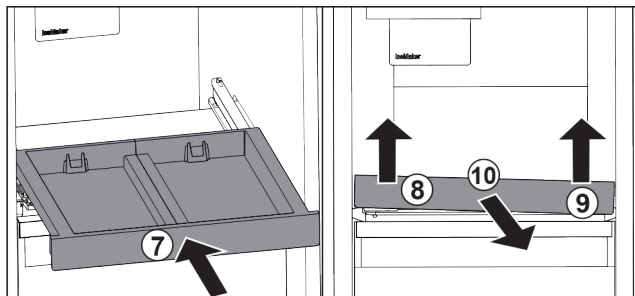

Fig. 106
- ▶ Lükake väljatõmbetahvel sisse. Fig. 106 (7)
- ▶ Tõstke väljatõmbetahvli eest vasakult üles. Fig. 106 (8)
- ▶ Tõstke väljatõmbetahvli eest paremalt üles. Fig. 106 (9)
- ▶ Võtke väljatõmbetahvel ettepoole välja. Fig. 106 (10)